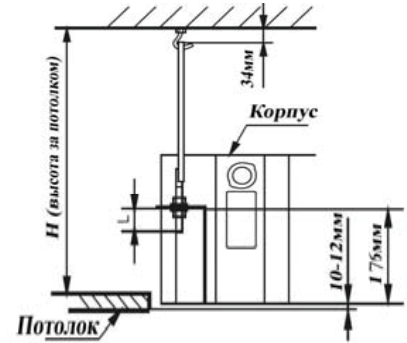

Рис.5
- Нижняя часть блока должна быть утоплена в потолок на 10-12 мм (рис. 5)